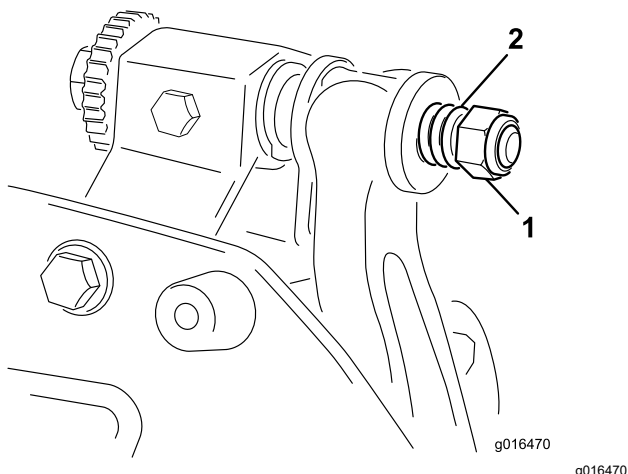

Figura 27
- Strângeți piulița pentru tensionarea arcului până când arcu este pliat, apoi deșurubați-o jumătate de rotație (Figura 27).